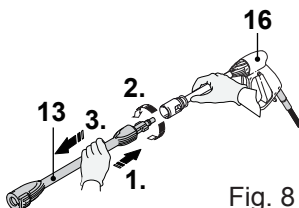

Fig. 8
Pressione o acessório na direção da pistola de pulverização (16) e rode-o no sentido inverso ao dos ponteiros do relógio para o remover (Fig. 8).